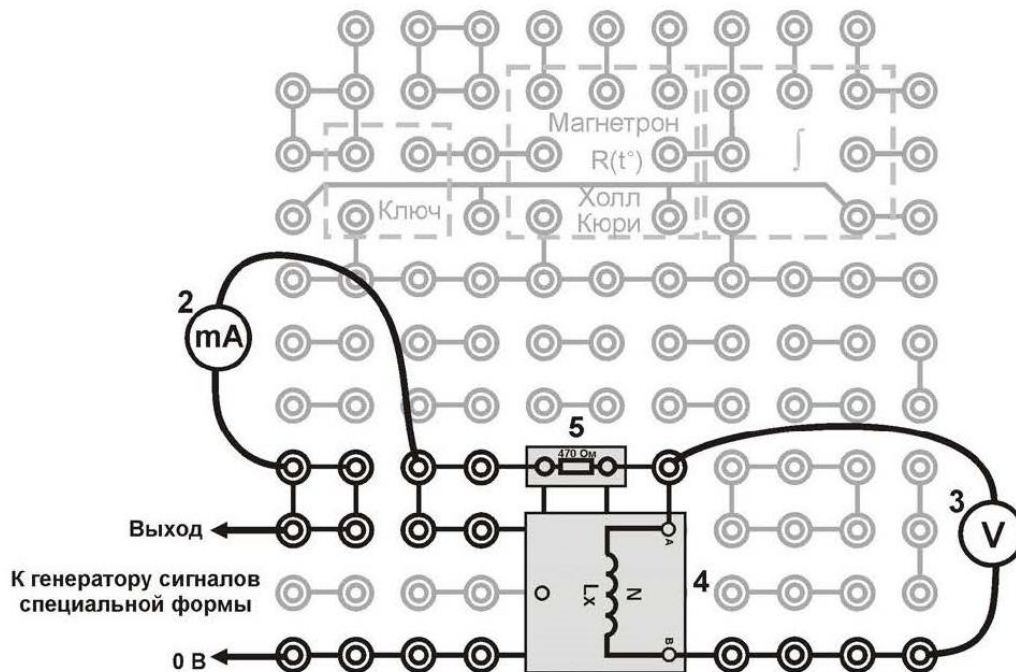

Рис. 2. Монтажная схема; 1,2,3,4,5 – см. рис. 1
Электрическая схема установки показана на рис. 1, монтажная на - рис. 2.
2. Соберите электрическую цепь по монтажной схеме, приведённой на рис.2, подключив катушку  $L$  без сердечника.